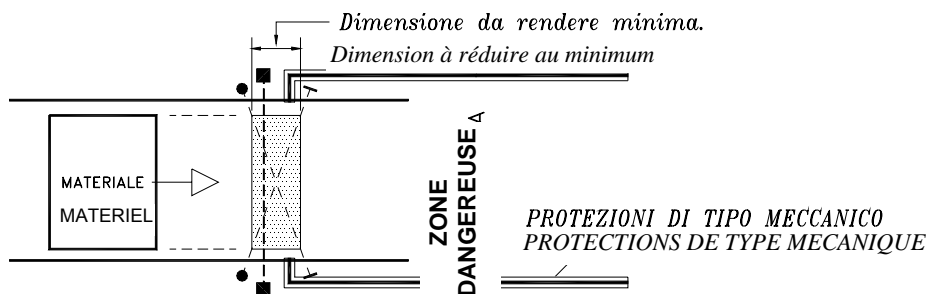

Figure 12
- la zone, délimitée par les points d'interception et de libération des faisceaux des capteurs 1 et 2 par la palette, **doit être la plus limitée possible (ou doit être protégée de manière adéquate)** afin d'éviter tout passage accidentel par la barrière lorsque la fonction de Muting est activée (Figure 12).